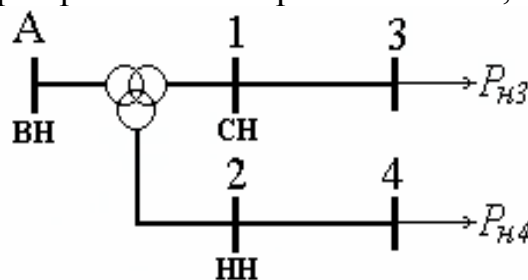

Рис. 54. Схема сети к задаче 30
**Задача 30.** Выполнить расчет параметров режима электрической сети, изображенной на рис. 54, методом последовательных приближений. Центр питания - узел А, в котором поддерживается напряжение  $U_A = 114$  кВ. Мощности нагрузок составляют:  $P_{Н3} = 16$  МВт при  $\cos\varphi = 0,88$ ,  $P_{Н4} = 3$  МВт при  $\cos\varphi = 0,92$ .